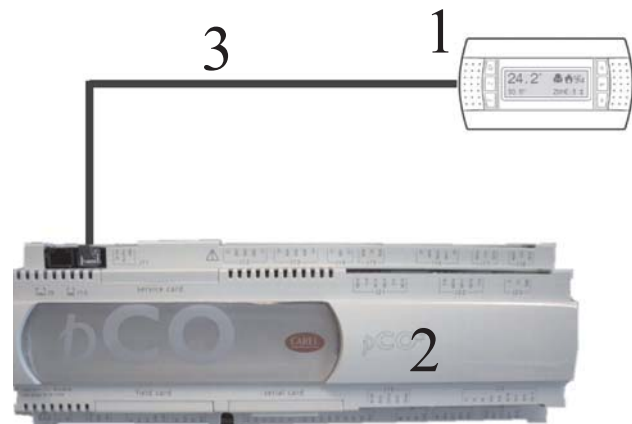

Abb.1 BESTANDTEILE EINES pCO MODULS
Die Abb.1 zeigt die Anschlüsse des pLAN (Local Area Network). Das pLAN ist die klassische Hardware-Architektur eines pCO-Moduls mit nur einem lokalen/Fern- Terminal (1).